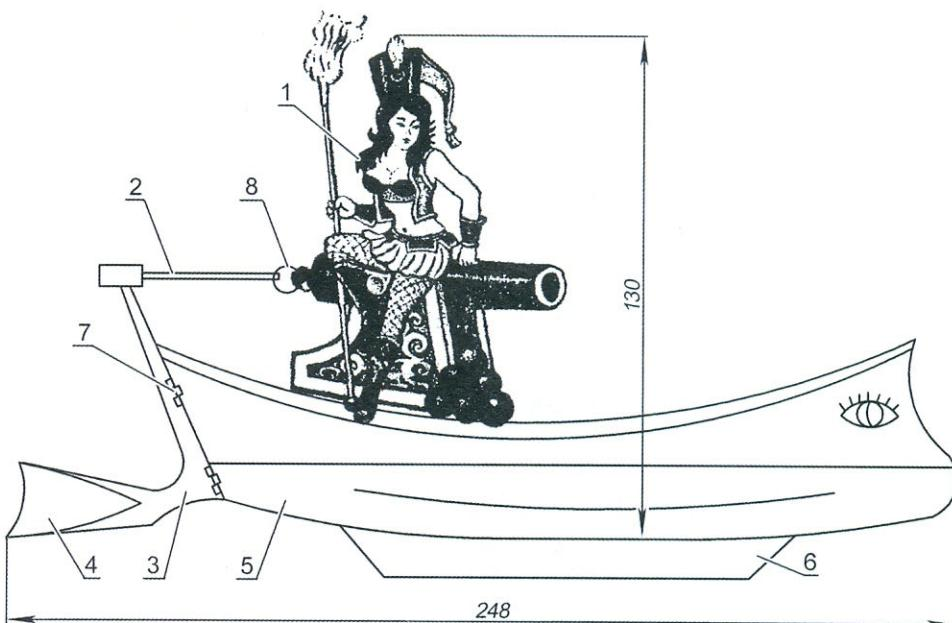

Рис. 1. Лодочка с плавниковым, волновым движителем
Работа движителя станет понятной, когда вы пустите лодочку (рис. 1) в свободное плавание. Сначала она начнет слегка покачиваться на волнах и сама развернется бортом к волне. Бортовая качка создаст крен, и фигурка-силиэт (1), установленная на палубе лодки в вертикальном положении (рис. 2), наклонится